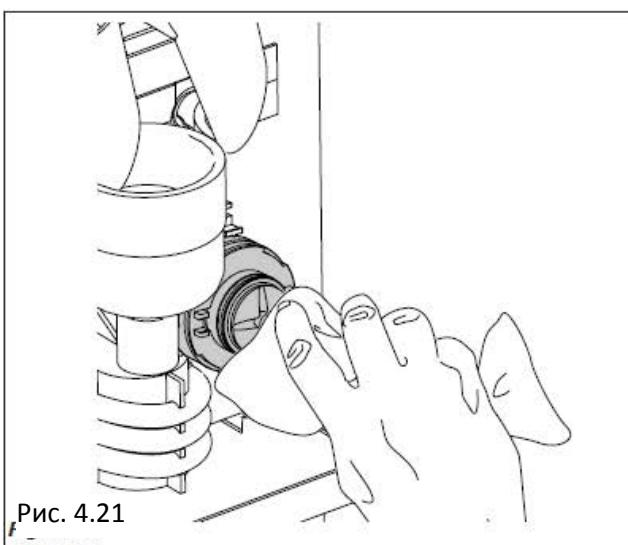

Рис. 4.21
- Используя ткань, пропитанную раствором, очистите основание взвивалки (Рис.4.21)